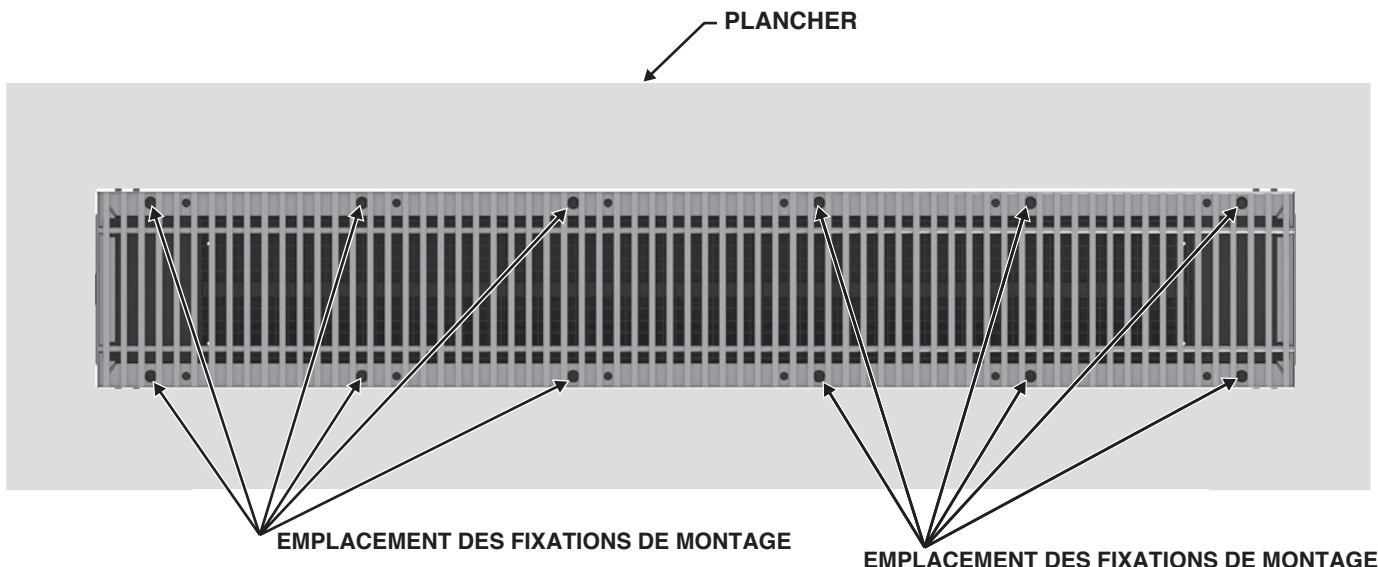

Figure 13: Emplacement des fixations de montage
14. Montez la boîte de chauffage sur les murs latéraux du boîte fabriqué à travers des trous surdimensionnés situés dans le couvercle de construction. **Note** : l'assemblage de la grille doit être aligné avec la surface du plancher. Voir figure 13.
14. Montez le boîtier de chauffage sur les mur latérales du boîtier fabriqué à travers des trous surdimensionnés situés dans la grille. Voir Figure 13.